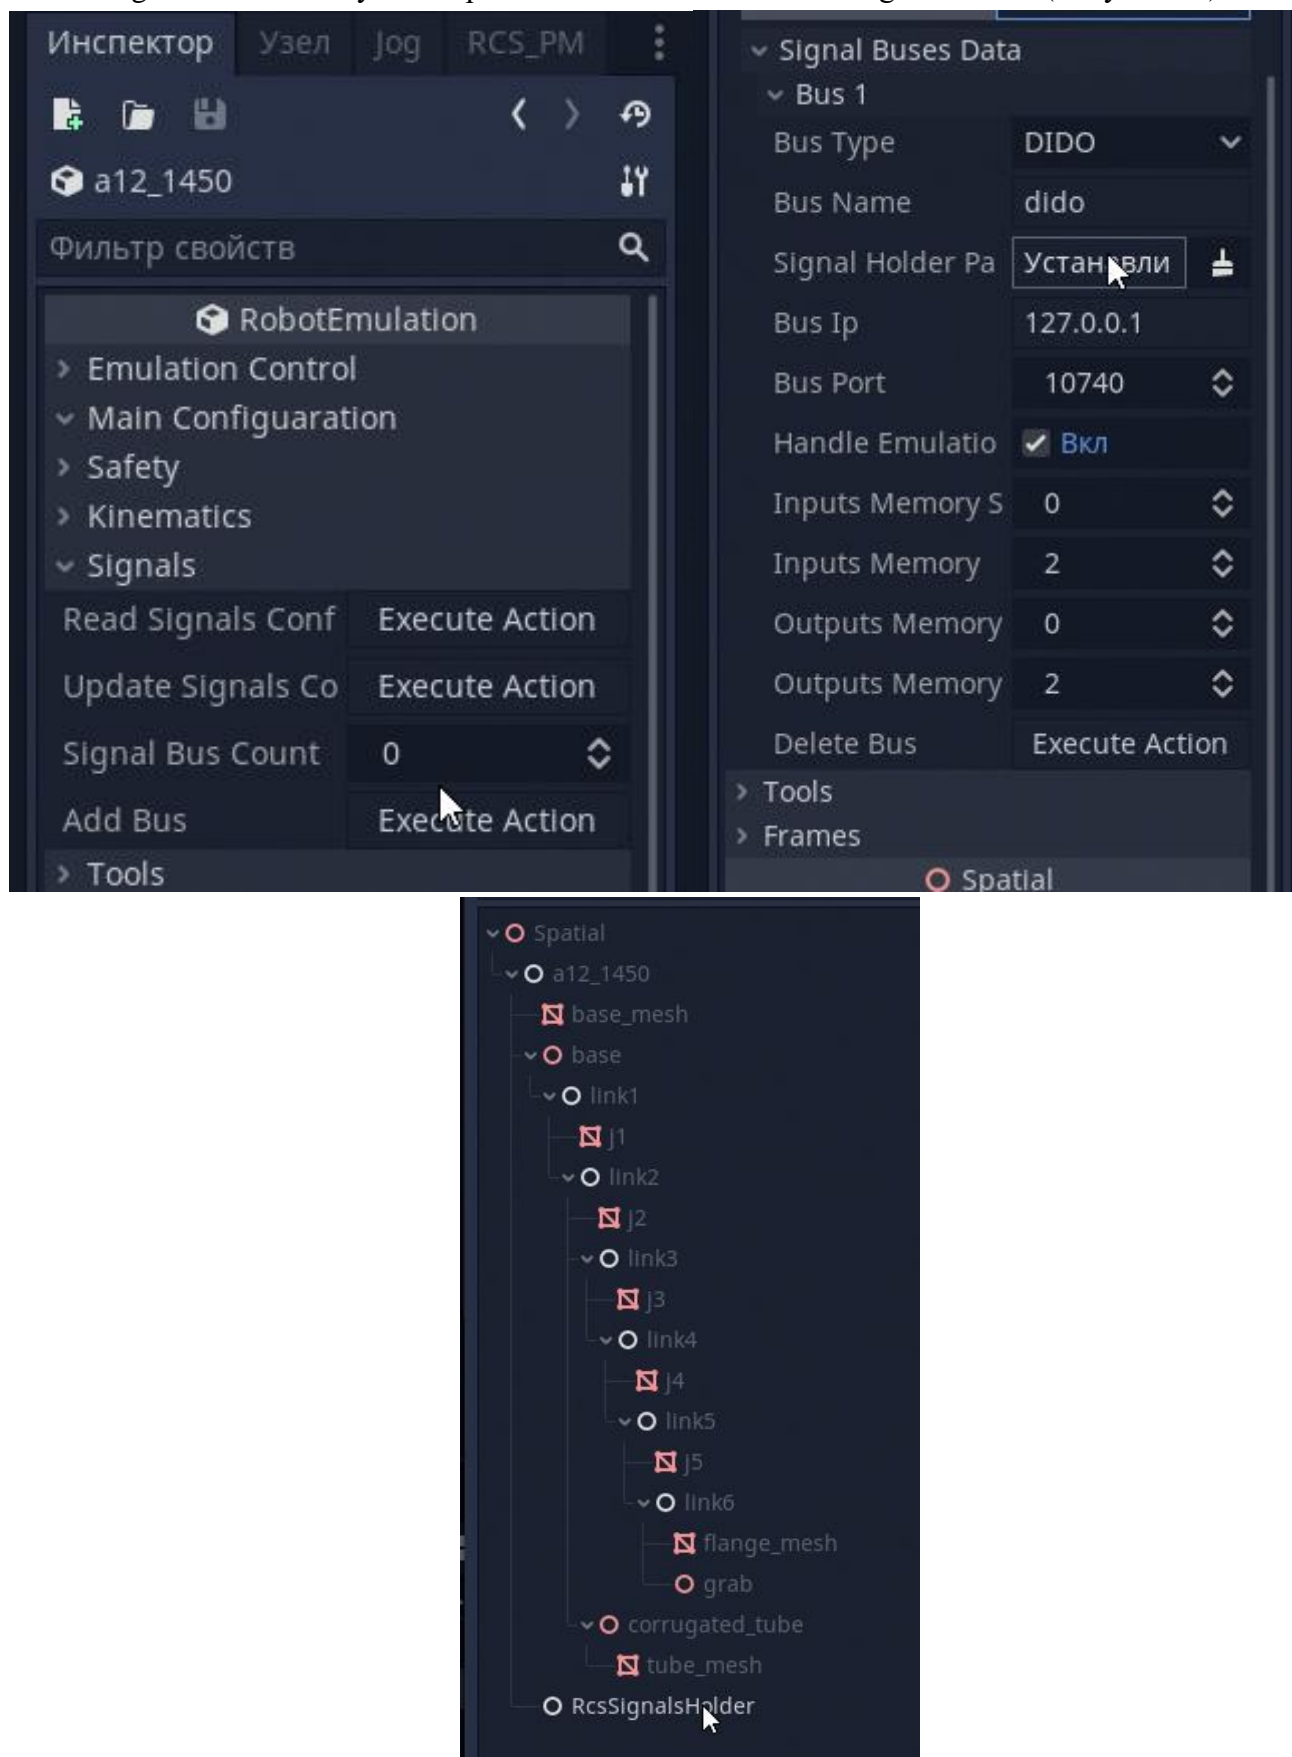

Рисунок 21 – Добавление и настройка шины сигналов
4. Перейти к свойствам робота и открыть вкладку Signals. Добавить новую шину и в качестве Signal Holder Path указать ранее созданный объект RcsSignalsHolder (Рисунок 21).